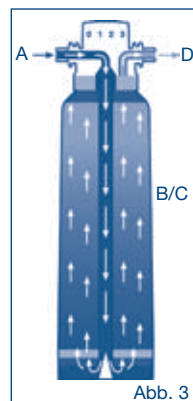

Abb. 3
Das Rohwasser (A) fließt der Filterkerze zu (Abb. 3). Im Bereich (B) werden Partikel über einen Vorfilter entfernt und über Aktivkohle (C) entfernt.
① HINWEIS